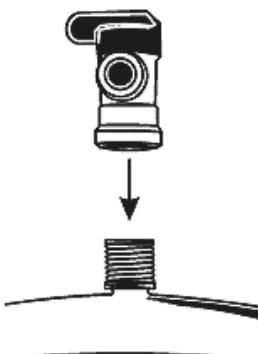

Рис. 12
2. Подсоедините шаровой кран бака к вершине накопительного бака (см. **рис. 12**). Во избежание повреждений крана не прилагайте больших усилий при его установке. При необходимости используйте гаечный или разводной ключ.